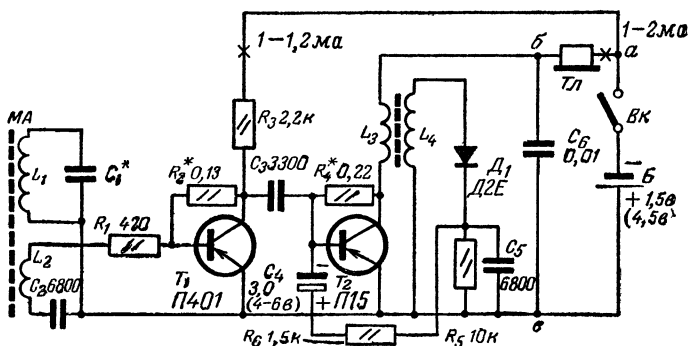

Рис. 2. Принципиальная схема приемника «Малютка».
**Принципиальная схема.** Приемник собран по рефлексной схеме прямого усиления (рис. 2) и включает в себя входные цепи, два каскада усиления высокой частоты, диодный детектор и каскад усиления низкой частоты.
Стержень для магнитной антенны и сердечник для высокочастотного трансформатора — ферритовые с магнитной проницаемостью 600—1000. Диаметр стержня 8—10 мм, длина 35 мм. Антенную катушку  $L_1$  наматывают внавал по всей длине стержня проводом ПЭЛ или ПЭЛШО 0,1—0,12. Она должна содержать 200—250 витков. Рядом с ней со стороны нижнего (по схеме на рис. 2) вывода наматывают катушку связи  $L_2$ , состоящую из 15—20 витков того же провода.
Контакты а и б обозначены в соответствии со схемой на рис. 2.